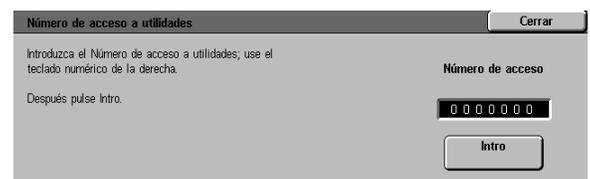

Figura 3: Número de acceso a utilidades
- 2 Pulse el botón **Utilidades** para mostrar la pantalla Número de acceso a utilidades, tal y como ilustra la Figura 3.